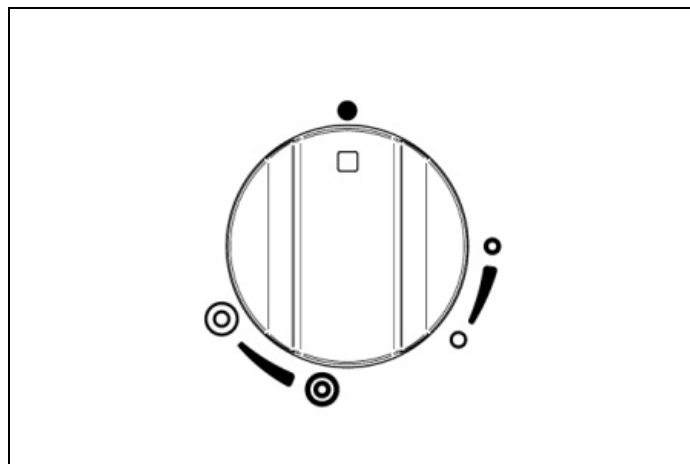
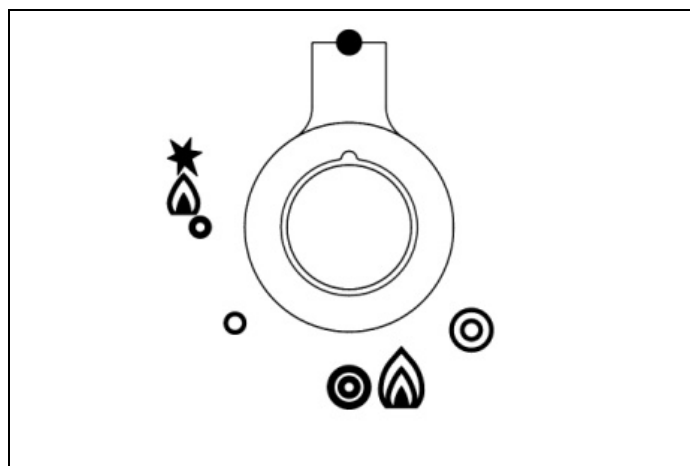

Fig. 18
Fig. 19
- For at tænde midterbrænderen trykkes kontrolknappen (Fig. 18 og Fig. 19) ned og drejes mod uret til positionen for den enkelt fremhævede ring.